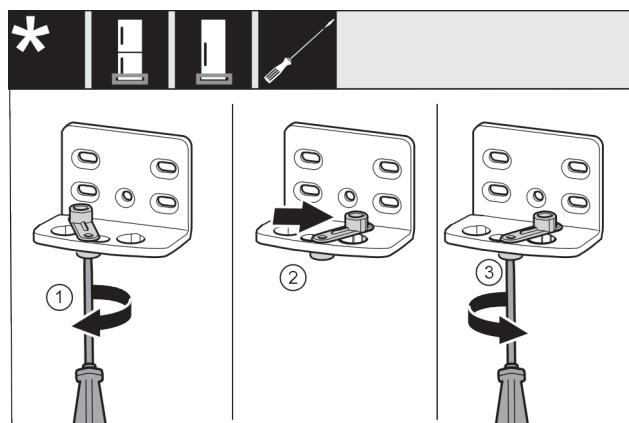

Fig. 19
- Allentare leggermente la vite Fig. 19 (1) con un cacciavite.
- Sollevare l'ausilio di chiusura della porta Fig. 19 (2) e ruotarlo nel foro di 90° a destra.
- Stringere la vite Fig. 19 (3) con un cacciavite.